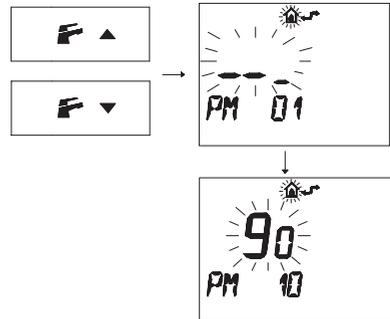

Fig. 5.88
- Premere i pulsanti **F** o **F** per visualizzare la programmazione "PM10" selezione della frequenza di accensione (Fig. 5.88).
Nella Fig. 5.88 si visualizza un SET programmato di **90** corrispondente ad un tempo di riaccensione di 3 minuti circa. Il campo di regolazioni è da 0 a 8 minuti e mezzo.